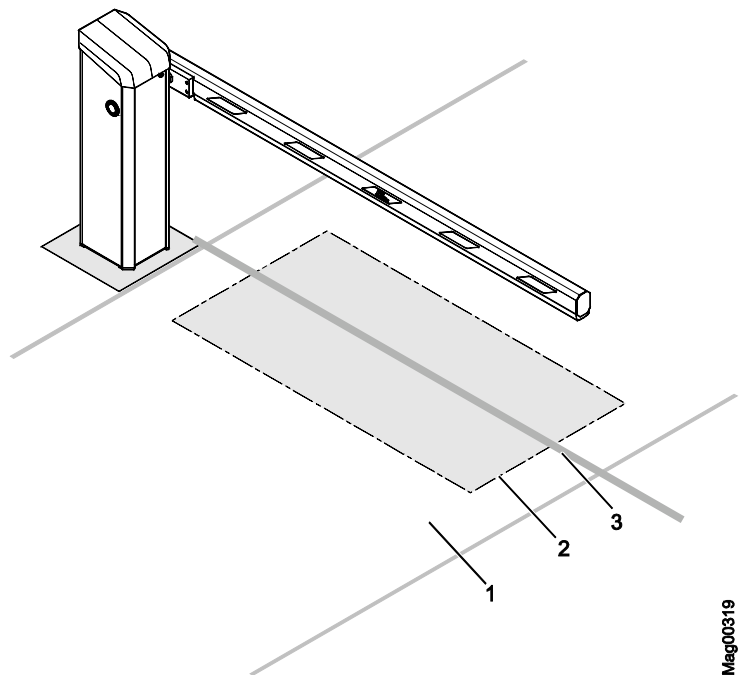

Abb. 19: Beispiel für Anordnung einer Induktionsschleife PKW-Betrieb, hier Access XL
- Der Abstand der Induktionsschleife zum Fahrbahnrand sollte ca. 300 bis 500 mm betragen. → Siehe auch Abb. 19.